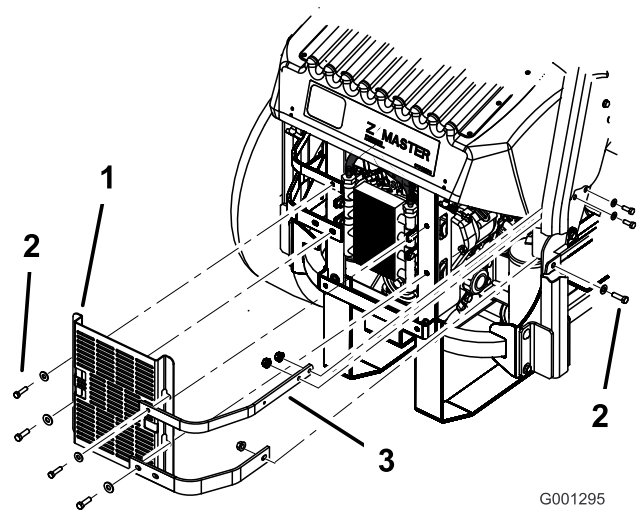

Figure 70
- Enlevez les 4 boulons qui fixent l'écran du refroidisseur d'huile au bâti arrière (Figure 70).
- Enlevez les 3 boulons qui fixent les barrettes du moteur au côté de la machine (Figure 70).
12. Montez l'écran du refroidisseur d'huile et les barrettes du moteur sur le bâti arrière au moyen des 4 boulons retirés précédemment (Figure 70).
13. Fixez les barrettes du moteur au côté de la machine (Figure 70).